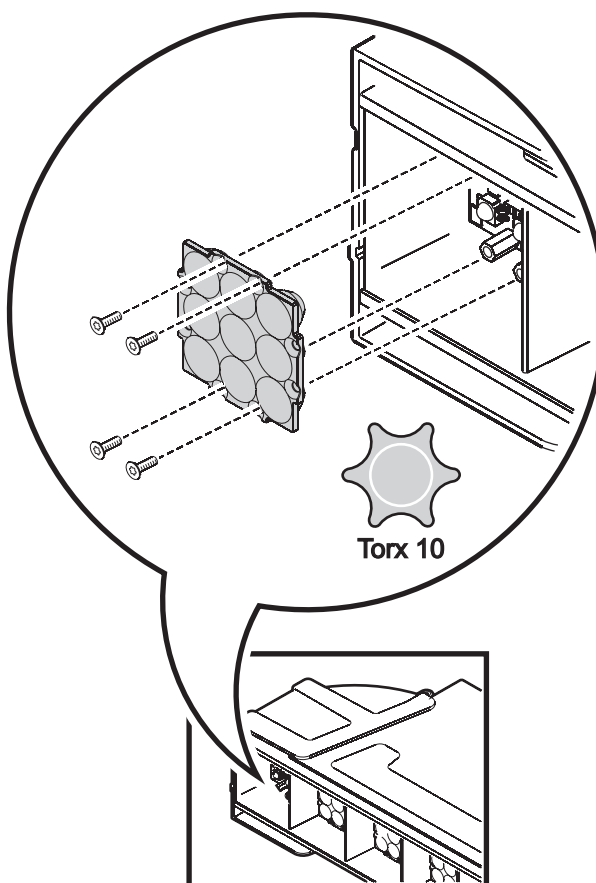

Figura 5: Desmontaje de la lente
2. Observar la Figura 5. Extraer los cuatro tornillos de fijación de la placa de lentes y extraerla de los cuatro pilares de montaje. Guardar los tornillos y las placas por si son necesarias para el futuro.